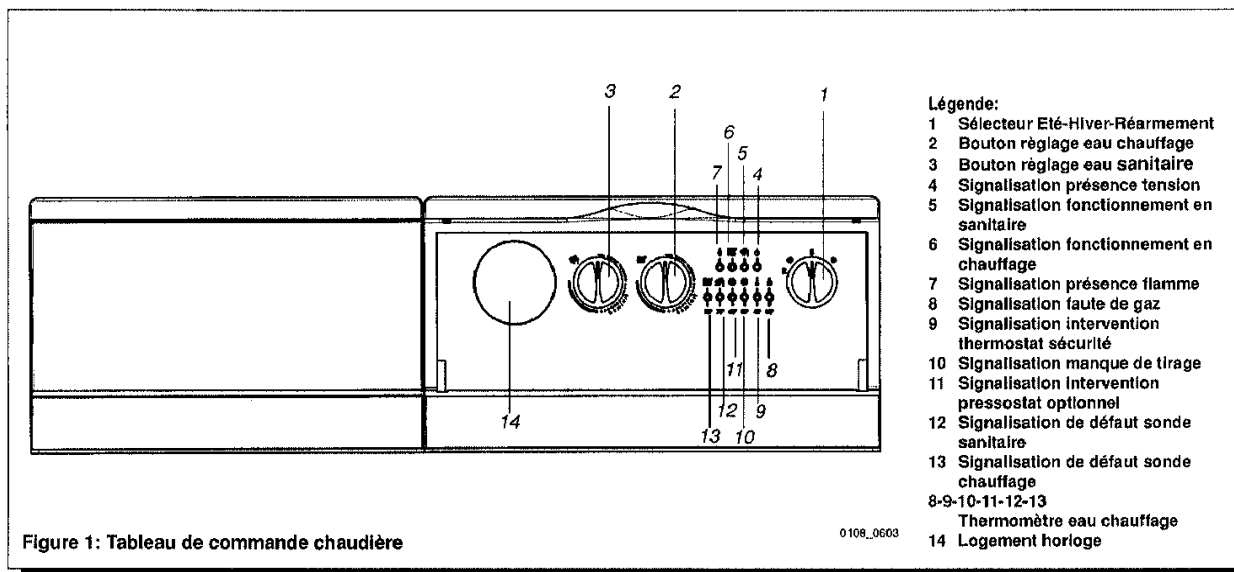

Figure 1: Tableau de commande chaudière
- Tourner le bouton du sélecteur (Réf.1 Figure 1) mettant la chaudière en position Été ou Hiver selon le fonctionnement désiré. Contrôler que le signal présence tension (Réf. 4 Figure 1) soit allumé et que le signal faute de gaz soit éteint (Réf. 8 Figure 1). Si celui-ci est allumé, tourner le bouton du sélecteur (1) momentanément sur le symbole **R** de façon à en provoquer l'extinction.
- Positionner l'index du bouton de réglage eau de chauffage (Réf. 2 Figure 1) afin que la chaudière fonctionne au régime thermique voulu.
- Positionner l'index du bouton de réglage du ballon (Réf. 3 Figure 1) selon la valeur souhaitée pour l'eau chaude sanitaire.
Avec le sélecteur été / hiver en position Hiver, une fois atteinte la température choisie de l'eau du ballon, la chaudière se met automatiquement au service de l'installation de chauffage (priorité sanitaire). Il est possible d'exclure la fonction "sanitaire" en plaçant le bouton (Réf. 3 Figure 1) à la valeur minimale qui correspond à la fonction antigel du ballon.
**Important :** avec le sélecteur (Réf.1 Figure 1) en position ❄ Hiver, il faut quelques minutes d'attente à chaque intervention du dispositif de réglage du chauffage (Réf. 2 Figure 1). Pour obtenir immédiatement un nouvel allumage du brûleur mettre le sélecteur en position (0) et remettre en position Hiver.
- Mettre le sélecteur été/hiver (Réf. 1 Figure 1) en position "Été".
- Mettre l'index du bouton de réglage du ballon (Réf. 3 Figure 1) à la valeur souhaitée pour l'eau chaude sanitaire.
**Attention :** pendant le premier allumage, avant l'évacuation de l'air contenu dans le tuyau à gaz, il est possible que le brûleur ne s'allume pas et que la chaudière se bloque (signal rouge allumé clignotante Réf. 8 Figure1).
Faute d'un thermostat d'ambiance, il est possible de contrôler la température ambiante par le bouton de réglage de la chaudière (Réf. 2 Figure 1); dans ces conditions la pompe fonctionne toujours.